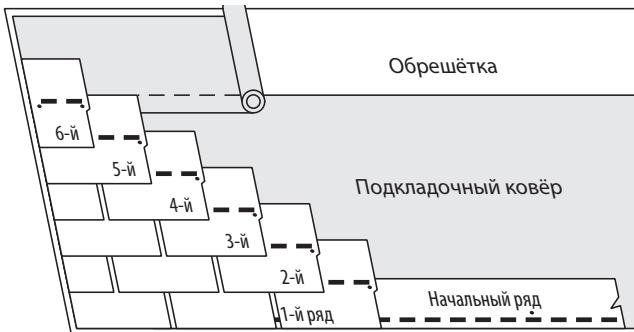

Рис. 10-16. Метод укладки с уступом на половину язычка.
3. Продолжайте укладку начального ряда, монтируя целые гонты начального ряда вдоль карнизов (Рис. 10-16).
1-Й РЯД: Уложите целый гонт в левом нижнем углу крыши таким образом, чтобы язычки гонтов были вровень с начальным рядом (Рис. 10-16).
2-Й РЯД: Отрежьте 16,7 см (пол-язычка) от левого края гонта и уложите оставшийся кусок на гонт первого ряда вровень с его левым краем, оставив в первом ряду открытый участок высотой 14,3 см. (Рис. 10-16).
РЯДЫ С 3-ГО ПО 6-Й: Каждый последующий ряд, до восьмого ряда включительно, должен начинаться с гонта, который на половину язычка (16,7 см) короче (с левой стороны), чем гонт предыдущего ряда (Рис. 10-16). Оставляйте на гонтах каждого ряда открытый участок высотой 14,3 см.